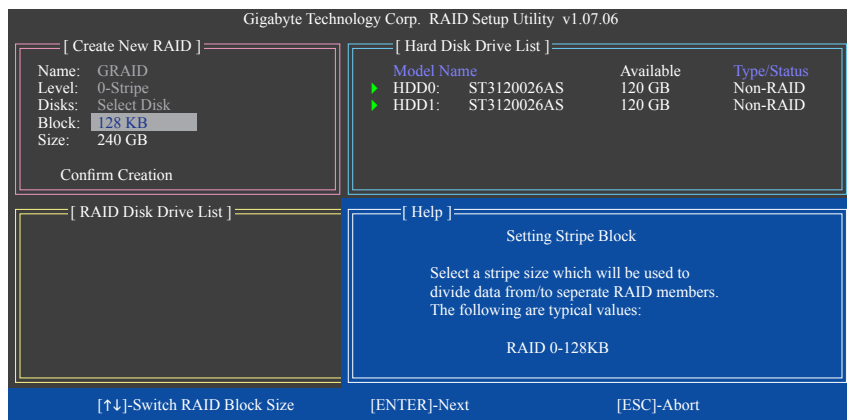

図 6
4. ブロックサイズの設定 (RAID 0のみ): Block 項目の下で、上または下矢印キーを使用してストライプブロックサイズを 4 KB～128 KB の範囲で選択します (図 6)。<Enter> を押します。